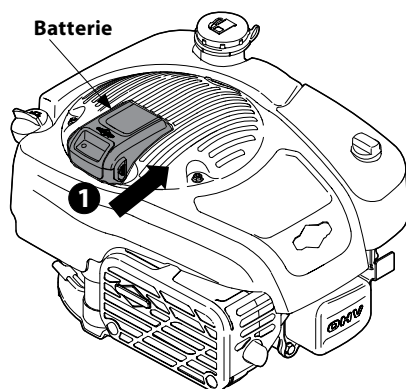

Figure 3-3
1. Vérifiez que le plateau de la batterie qui se trouve sur la partie supérieure du moteur est propre et débarrassée de tout débris. Nettoyez le plateau avec une brosse ou un chiffon au besoin. Poussez la batterie dans son plateau sur le dessus du moteur, jusqu'à ce qu'elle s'enclenche. Voir Figure 3-3.